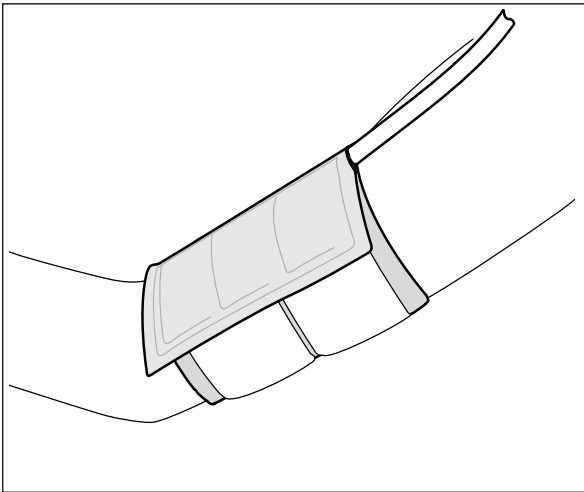

Bild 4-1 Anlegen der Manschette
- der Anschlussschlauch nach oben zur Schulter zeigt (Bild 4-1),